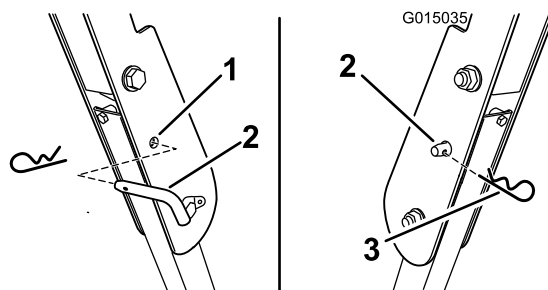

Figure 3
3. Posez les axes de verrouillage. Fixez les axes à l'aide de goupilles fendues (Figure 3).
4. Pour abaisser l'arceau de sécurité, retirez la goupille fendue puis l'axe de verrouillage (Figure 3).